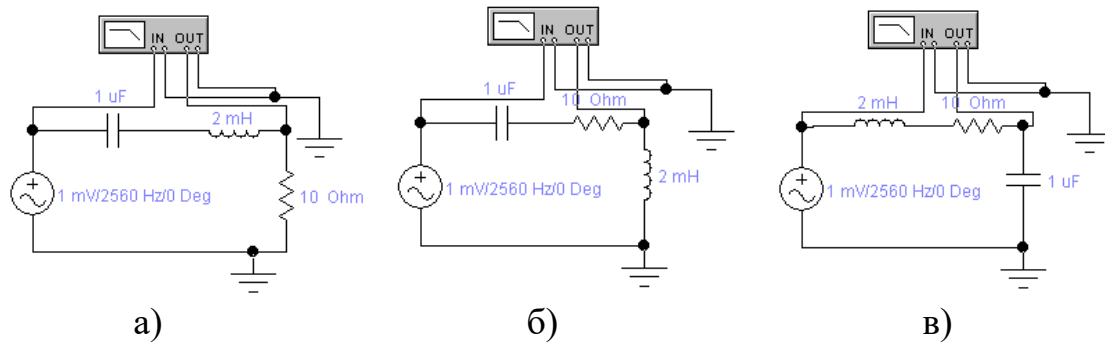

Рис. 1
2.2. Побудувати схему досліджуваного кола (рис.1 а), виділяючи вхідні та вихідні зажими; задати параметри елементів схеми відповідно з варіантом.
2.3. Побудувати схеми відповідно з рис. 1, б та 1, в і повторити попередні дії.